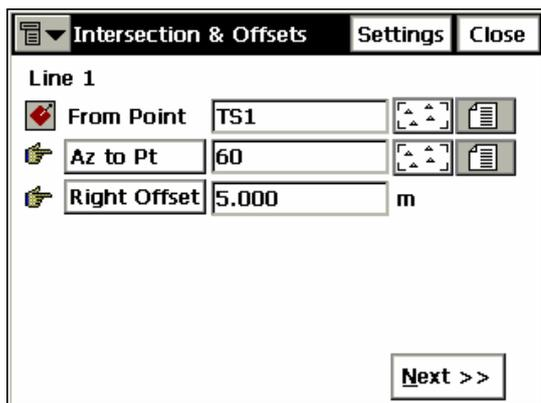

Рисунок 7-24. Вынос в натуру точки пересечения смещенных прямых - прямая 1
2. В окне **Intersection & Offsets (Смещение и пересечение)** задайте начальную точку и азимут первой известной прямой; задайте расстояние в плане до параллельной ей смещенной прямой. Нажмите **Next (Далее)** (рис. 7-24).
7. При работе с тахеометром: визируйте на призму. Чтобы узнать, насколько ее положение отличается от проектного, нажмите кнопку **Curr Pos (Текущ Полож)**. Если это отличие достаточно мало, нажмите кнопку **Meas (Изм)**, и тахеометр выполнит измерение и сохранит его результаты (рис. 7-24).